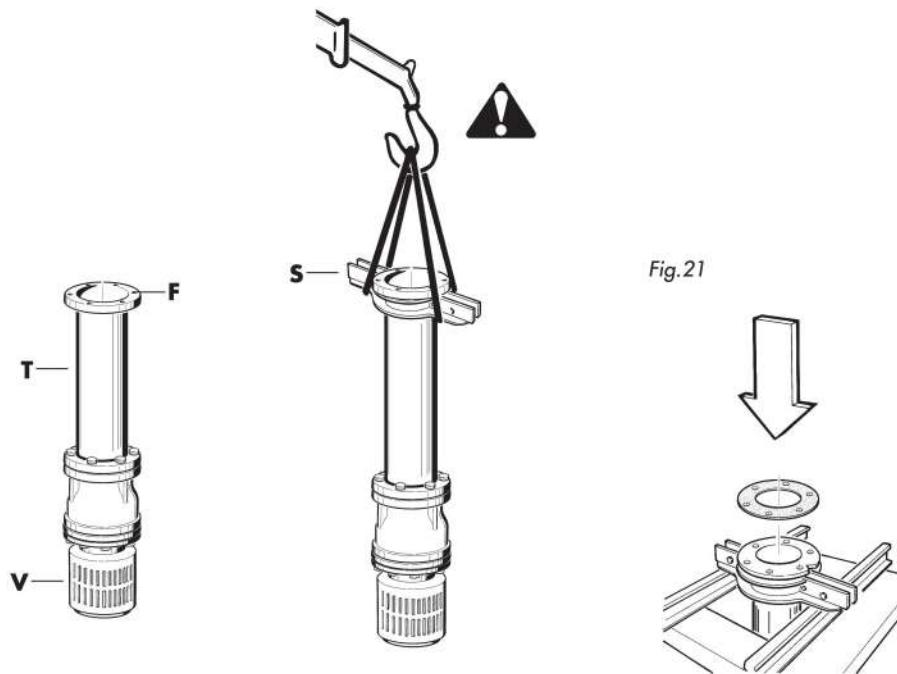

Fig.21
- Eleve con un equipo de elevación idóneo (grúa u otro) el tubo de aspiración (T) con la válvula de fondo (V), mediante una abrazadera (S) enganchada debajo de la brida (F) del tubo (equipo a cargo del montador). (Fig.21)